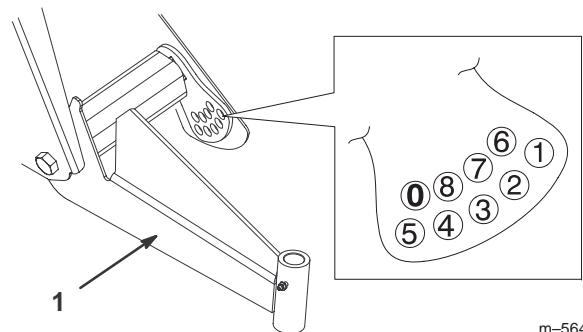

Figure 26
**Remarque :** Les bras triangulés sont en caoutchouc et ont des élasticités différentes. Pour cette raison, ils sont réglés en usine en fonction de leur élasticité. Généralement, les boulons de réglage sont installés dans le trou numéro 2, 3 ou 4 (Fig. 26) et cela peut varier du côté gauche (côté conducteur) au côté droit (côté passager). Si les bras triangulés semblent s'affaisser, il faut les déplacer d'un numéro de plus (Fig. 26). Chaque trou équivaut à un réglage de 19 mm à la roue. Ceci doit aussi être fait si vous ajoutez des accessoires lourds ou si vous transportez de lourdes charges fréquemment.